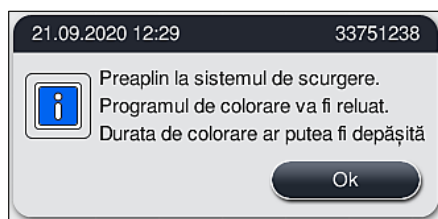

Fig. 123
- ✓ Dacă apa blocată se scurge, un alt mesaj de pe ecran (→ "Fig. 123") îl informează pe utilizator că programele de colorare pot fi continuate. Apăsați **Ok** (→ "Fig. 123") pentru a continua.
1. Dacă încercările ulterioare de curățare reușesc și blocajul poate fi eliminat, nivelul apei scade sub nivelul critic. Un mesaj de pe ecran (→ "Fig. 123") informează utilizatorul că programele de colorare pot fi continuate. Apăsați **Ok** (→ "Fig. 123") pentru a continua. Startabilitatea programelor este afișată și programele din proces continuă automat.